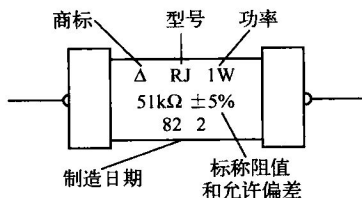

图 1-5 直标法
① 直标法：直标法是一种常见标注方法，常在体积较大（功率大）的电阻上采用。它将该电阻的标称阻值和允许偏差、型号、功率等参数直接标在了电阻表面，如图 1-5 所示。
② 数标法：主要用于贴片等小体积的电阻，如 472 表示 $47 \times 100 \Omega$ （即 $4.7 \text{ k}\Omega$ ）；104 则表示 $100 \text{ k}\Omega$ （ 10×10^4 ）。
③ 色环标注法：目前常用的有四色环标注法和五色环（精密电阻）标注法。